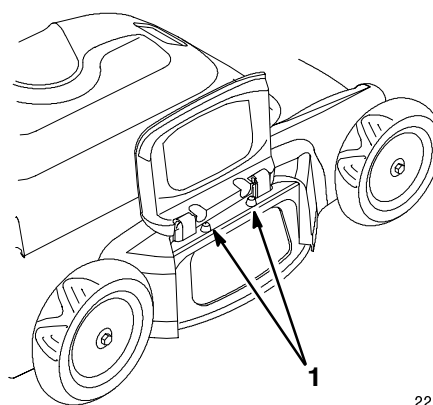

Figure 8
2. Accrocher l'éjecteur latéral sur les chevilles (Figs. 8 et 9).